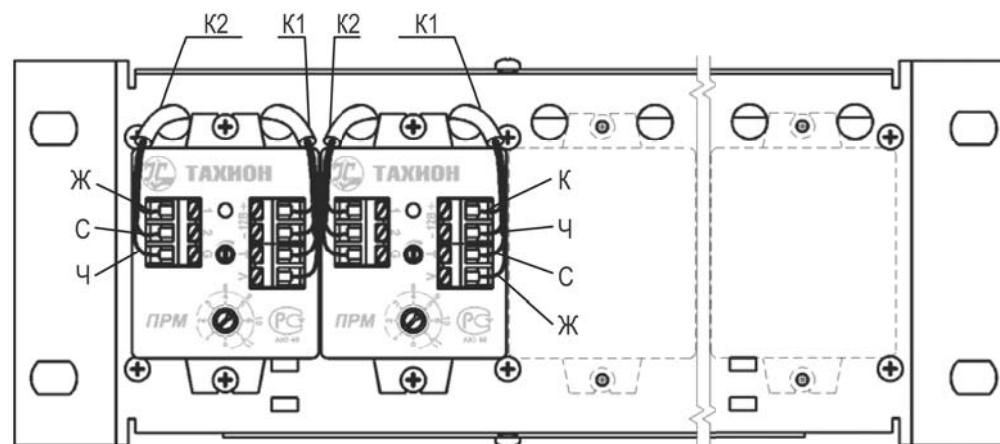

Рис.2 Вид спереди
- Закрепить винтами М3х6 приёмники АПВС(-3М;-5М;-5АНД) на передней панели крейта (рис.2).
- Пропустить концы кабелей К1 и К2 через отверстия на передней панели (рис.2). Подключить розетки кабелей к соответствующим вилкам разъёмов X4.1 ÷ X4.10 и X5.1 ÷ X5.10, как показано на рисунке 1.